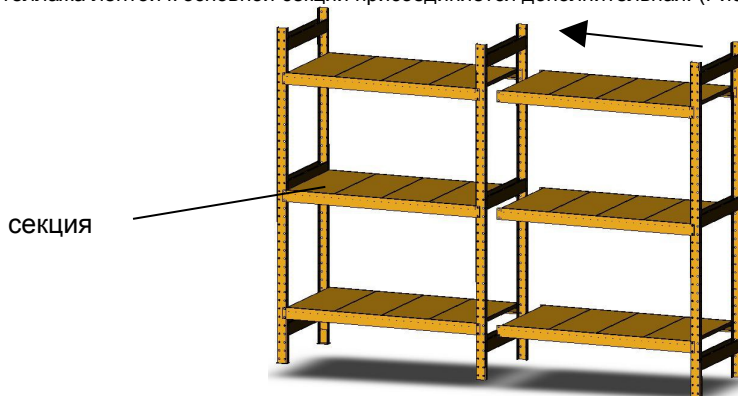

Рис. 5
5. При сборке стеллажа лентой к основной секции присоединяется дополнительная. (Рис.5).